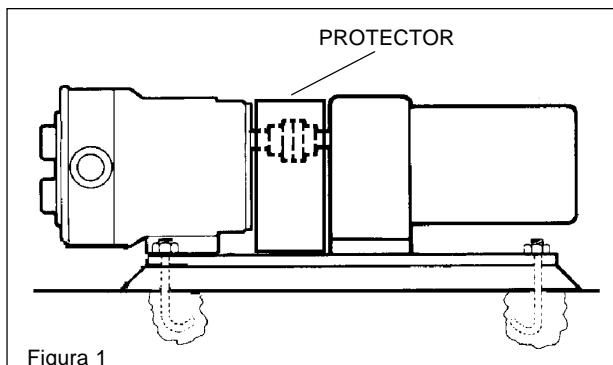

Figura 1
C. Nivele la unidad antes de echar la lechada. (Vea la figura 1)